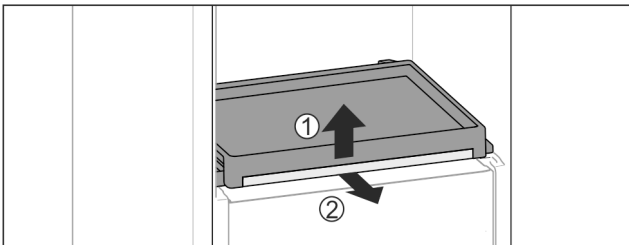

Fig. 42
- ▶ Vyberte vyťahovaciu poličku so sklenenou doskou: Vpredu zľahka nadvihnite sklenú dosku Fig. 42 (1) a vyťahnite ju smerom dopredu Fig. 42 (2).